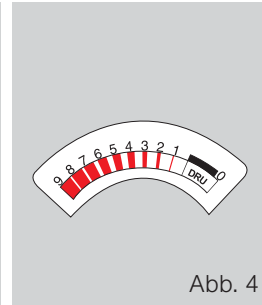
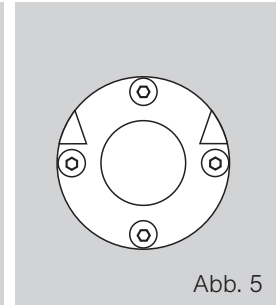

Abb. 4
Abb. 5
**Schritt 3:** Mischerskala (Abb. 4) und O-Ringdeckel (Abb. 5) entsprechend der auf Seite 4 gezeigten Einbausituationen anbringen (siehe auch S. 5).